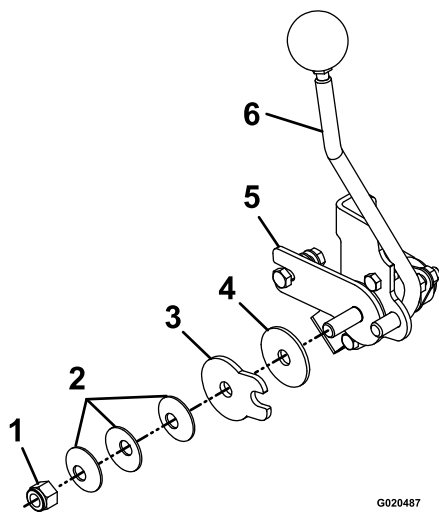

Figura 54
3. Para ajustar la tensión, ajuste la tuerca del pivote, que está situada en el extremo del eje de control de movimiento, delante de la consola derecha (Figura 54).